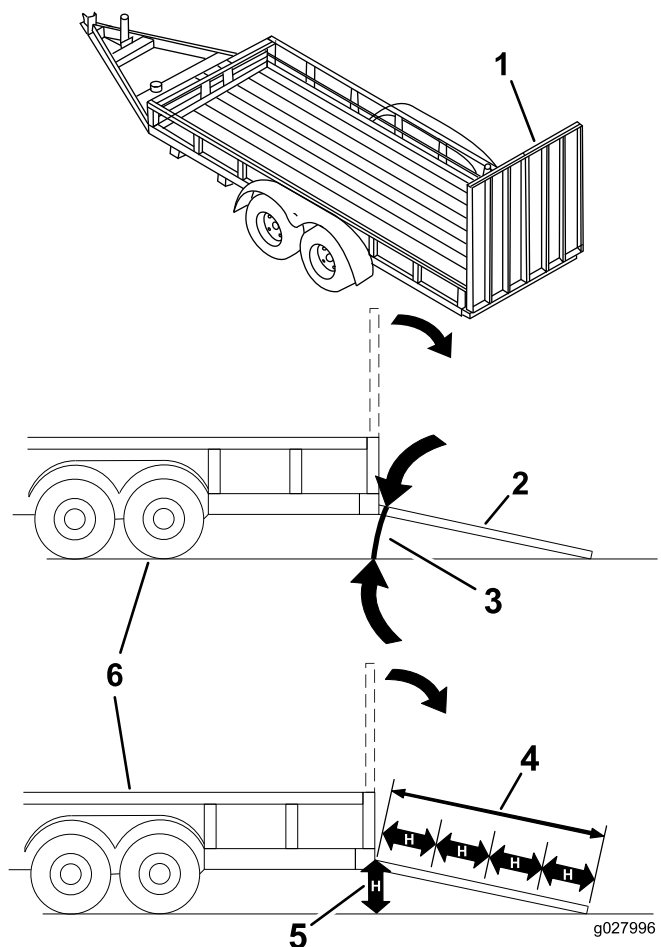

Figura 27
Încărcarea unei maini pe o remorcă sau un camion crește riscul de răsturnare și poate cauza răniri grave sau moartea (**Figura 27**).
3. Coborâi rampa, asigurându-vă că unghiul dintre rampă i sol nu depăete 15 grade (Figura 27).
1. Coborâi rampa, asigurându-vă că unghiul dintre rampă i sol nu depăete 15 grade (Figura 27).